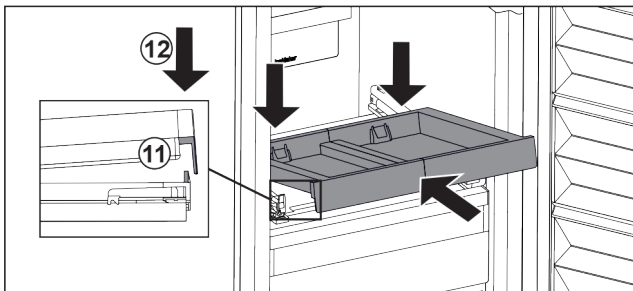

Fig. 22
- Schuin erin schuiven. Zorg ervoor dat de aanslag aan beide zijden achter de lip is. Fig. 22 (11)
- Uitschuifplateau aan voorzijde neerzetten. Fig. 22 (12)